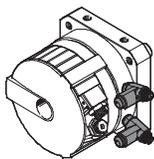

Рис. 20
- Используйте дроссели с обратными клапанами типа GRLA для установки скорости поворота. Они вкручиваются непосредственно в пневматические каналы (Рис. 20).